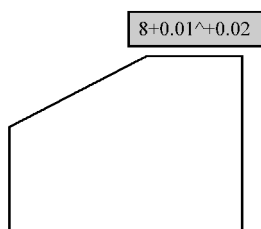
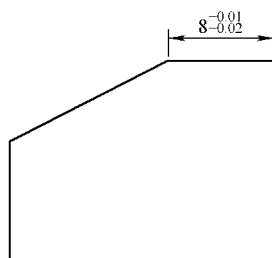

图 8-21 利用【多行文字编辑器】输入公差
图 8-22 尺寸公差标注
利用【多行文字编辑器】对话框的文字堆叠功能添加公差文字。在尺寸标注命令执行过程中，当命令行显示 [指定尺寸线位置或 [多行文字 (M) / 文字 (T) / 角度 (A) / 水平 (H) / 垂直 (V) / 旋转 (R)]: 时键入“M”，调出【多行文字编辑器】对话框。直接输入上、下偏差数值并用符号“^”分格（例如： $+0.01^+0.02$ ），如图 8-21 所示。然后选中输入的文字，单击对话框工具条上的按钮使公差文字堆叠即可，如图 8-22 所示。